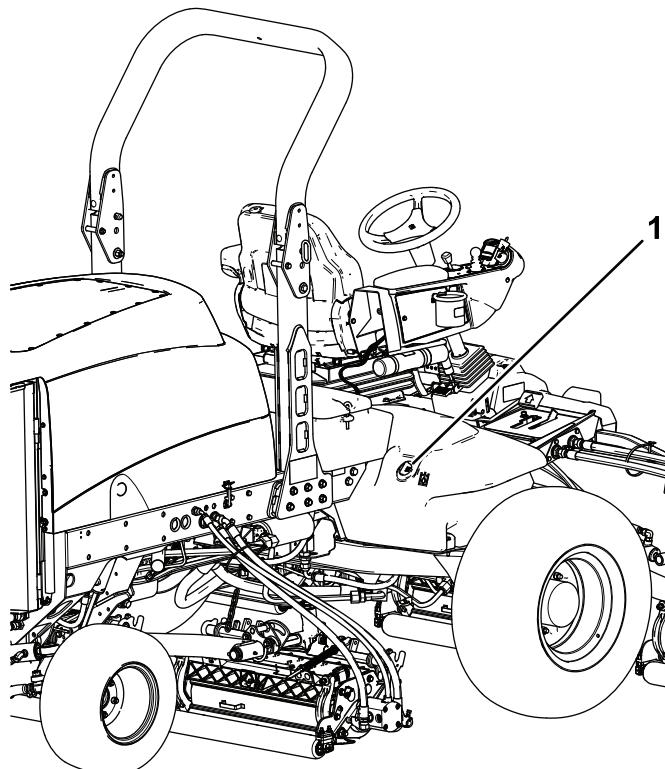

図 106
- 油圧オイルタンクの注油口周辺をきれいに拭き、キャップ **図 106** を外す。